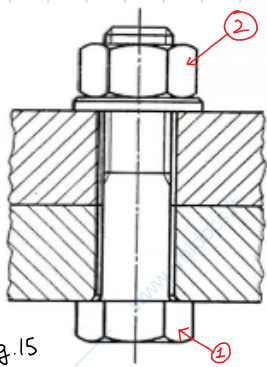

fig.15
• Collegamento con bullone (fig.15)